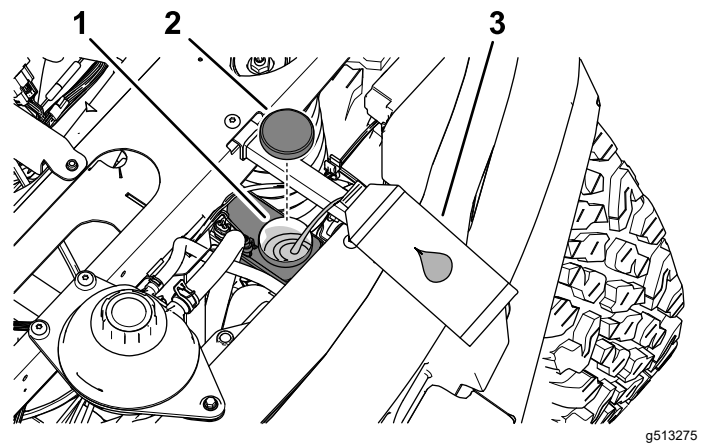

Figura 57
4. Eleve el capó para acceder al cilindro del freno principal y al depósito (Figura 57).
- A. Limpie la zona alrededor del tapón del depósito y retire el tapón (Figura 57).
- C. Coloque el tapón del depósito (Figura 57).